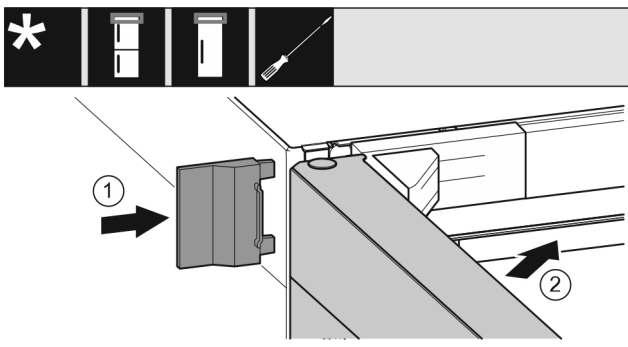

Fig. 20
- ▶ Desplazar la cubierta exterior. *Fig. 20 (1)*
- ▶ Cerrar la puerta superior. *Fig. 20 (2)*